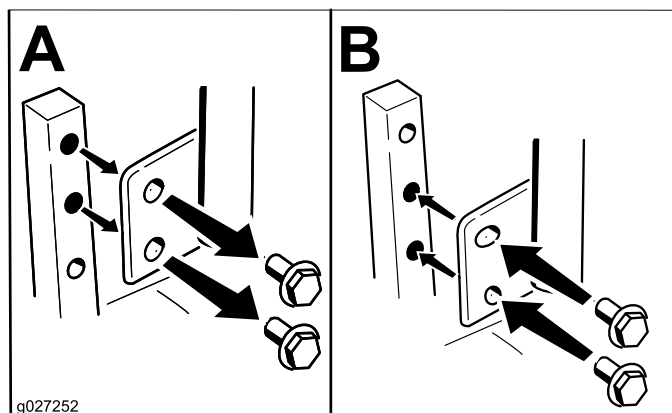

Figure 9
Vous pouvez ajuster la hauteur des leviers de commande de déplacement en fonction de votre taille (Figure 9).
2. Desserrez le boulon inférieur jusqu'à ce qu'il soit possible de faire pivoter le levier de commande en avant ou en arrière (Figure 9).